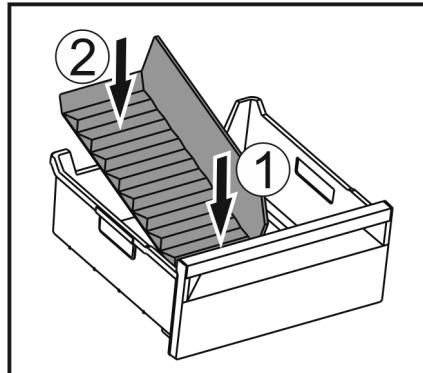

Fig. 35
- Поставете разделителя първо отпред Fig. 35 (1).
- Спуснете задната част Fig. 35 (2).